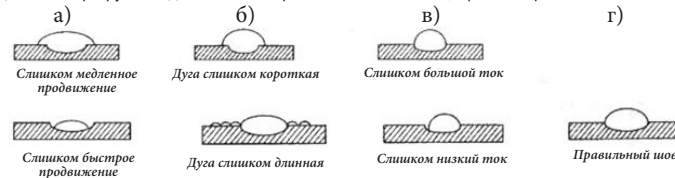

Рис. 3
- 6.4. Слишком длинная сварочная дуга вызывает искры и слабое плавление обрабатываемого металла, при слишком короткой дуге электрод прилипает к металлу, см. рис.3б.
- 6.5. В случае если ток слишком высокий, то электрод быстро сгорает и при этом шов получается широкий и неровный. Если ток слишком низкий, то шов получается узкий и неровный, см. рис.3в.
- 6.6. При правильном выборе скорости сварки и силы тока шов получается необходимой ширины без деформаций и кратеров, см. рис.3г.